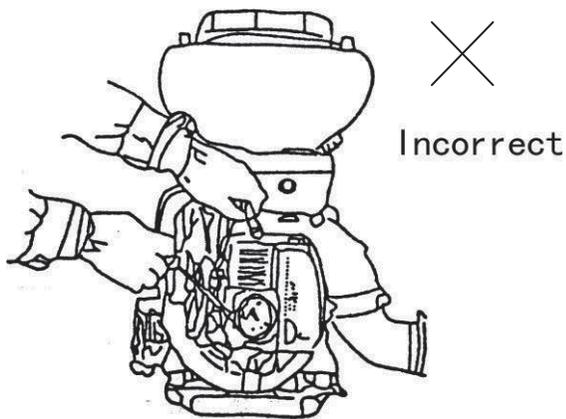

Fig.15
1. El motor arranca con dificultad o no puede arrancar. Compruebe si la bujía ha saltado chispa. Atornille la bujía; poner el poste lateral para tocar el cilindro. Llene el motor de arranque y mire entre los polos de la bujía si hay chispas. Tire del motor de arranque con cuidado; no toque la parte metálica de la bujía para evitar descargas eléctricas, como se muestra en la Fig. 15.